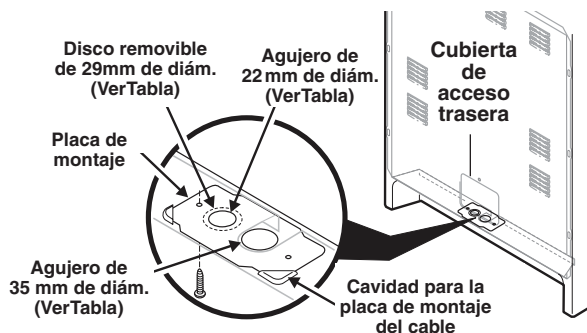

Fig. 9
Consulte la Tabla del Tamaño de la Abertura de Conexión de la Estufa (Figs. 9 y 10) para la información sobre los amperes del juego de cordón. Los bornes en los extremos de los alambres deben ser de anillo cerrado u horquillas abiertas con extremos dirigidos hacia arriba.
Se debe retirar la cubierta de acceso trasera (Fig. 9). Para retirar, afloje el tornillo central (un tornillo) y retire la cubierta de acceso. Así se puede tener acceso al tablero de bornes.
NOTA: La estufa es embarcada de la fábrica con un agujero de 1-3/8" de diámetro como se muestra. Para usar ya sea el agujero de 7/8" de diámetro o los discos removibles de 1-1/8" de diámetro. Ver la Fig. 9.
1. Siga las instrucciones de instalación del fabricante suministradas con el sujetacable e instale (Además vea las Figs. 9, 10 y 11).
3. Asegúrese de que todas las conexiones estén firmemente apretadas y vuelva a colocar la cubierta de acceso trasera (Ver Fig. 9).
5. **(Conexiones permanentes trifilares y tetrafilares)** Asegúrese de que todas las tuercas estén firmemente apretadas y vuelva a colocar la cubierta de acceso trasera (Ver Fig. 9).